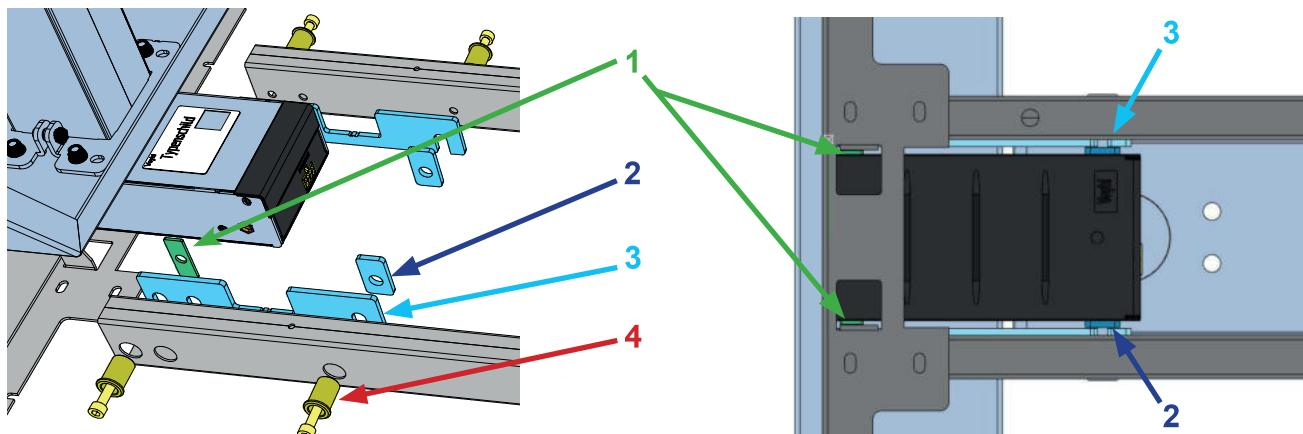

Abbildung 5: Traversenaufbau mit Traversenrohren inkl. Schrauben und Unterlegmaterial
5. Bei der Montage der Traversenrohre an Hubsäule und Plattenträger sind einige Unterlags-elemente einzusetzen. Eine Übersicht der benötigten Bauteile mit Beschreibung finden Sie in der Abbildung 5 und der dazugehörigen Legende.
6. Setzen Sie die Hubsäule in den Plattenträger. Schieben Sie auf beiden Seiten die Unter-lagsplatte (1) zwischen Plattenträger und Hubsäule, bis die Bohrungen übereinstimmen. Zur Fixierung können Sie beidseitiges Klebeband verwenden, ohne dabei das Durchgangsloch zu verdecken.
8. Positionieren Sie die Unterlagsplatten (2) und (3) an der Hubsäule, wie in Abbildung 5 dar-gestellt. Fixieren Sie diese bei Bedarf ebenfalls mit Klebeband.
9. Stecken Sie die Hülsen und Zylinderschrauben (4) des Schraubensets in die Löcher des Traversenrohrs.